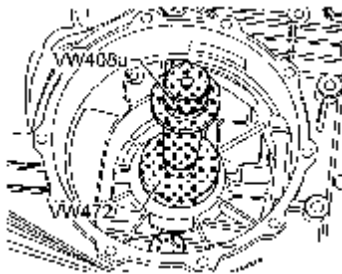

图 9-123 安装圆锥滚柱轴承外圈
(2) 圆锥滚柱轴承外圈压入变速器壳体内时，将压板 VW 472/1 的锥体置入到外圈中进行安装，如图 9-123 所示。